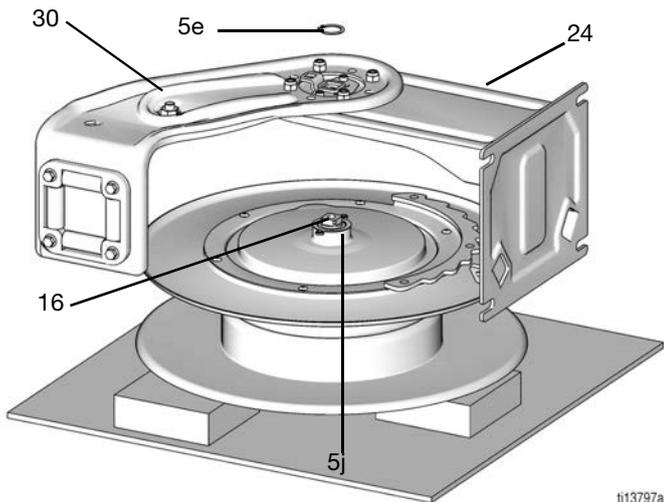

FIG. 22
10. Retire el anillo elástico (5e) (FIG. 22).
13. Coloque el carrete nuevo (5) sobre su costado en un banco de trabajo, con el lado plano del carrete hacia abajo y el lado del trinquete hacia arriba, vea la FIG. 22.
14. Coloque el conjunto de brazo guía (30) y base del pedestal (24) sobre el carrete. Ajuste, según sea necesario, para alinear las piezas.
NOTA: Volver a acoplar el conjunto del brazo guía (30) y la base del pedestal (24) es más fácil cuando el carrete (5) está apoyado y nivelado. Ponga bloques de madera de 25 mm (1 pulg.) debajo del carrete, como se muestra en la FIG. 22, para tenerlo apoyado durante la instalación del brazo.
17. Instale las arandelas (15 y 17) y el perno largo (18), pero no apriete el perno.
19. Instale el conjunto de brazo guía (30) y pedestal (29) sobre el conjunto de pieza giratoria y carrete (5).
20. Ponga la tuerca grande (11) y apriete (a un par de 115,2 - 142,4 N•m/85 - 105 lb-pie) (FIG. 22).
21. Apriete el perno (18) (a un par de 33,9 - 47,5 N•m/ 25 - 35 lb-pie).
22. Alinee el brazo guía (29) y el brazo guía (30), luego instale los tornillos (27) y apriete (a un par de 27,1 - 40,7 N•m/20 - 30 lb-pie).
23. Alinee el conjunto del pedestal (26) con la base (24). Instale dos tornillos (27) y apriételos (a un par de entre 27,1 - 40,7 N•m/20 - 30 lb-pie).